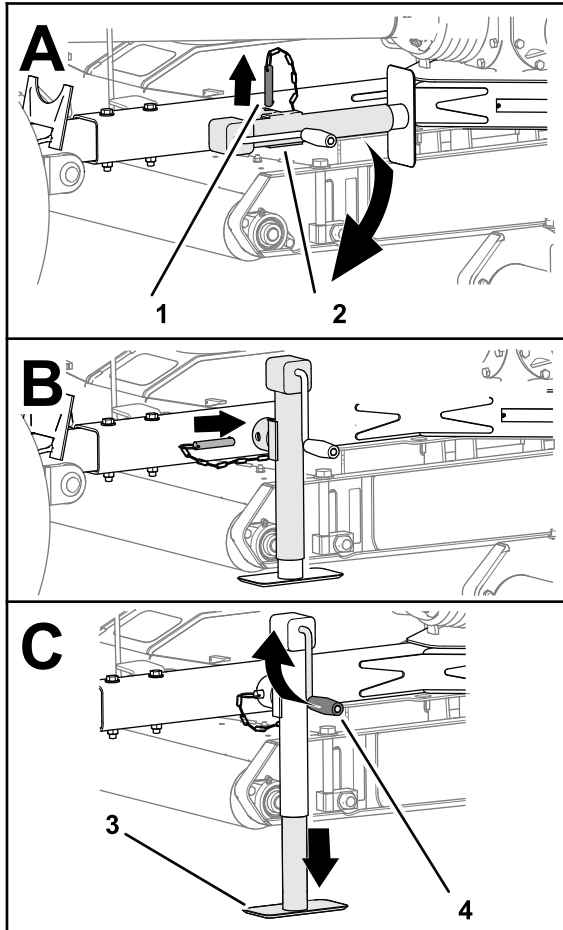

Figura 17
3. Retire el pasador y gire el gato de la barra de tiro en vertical (Figura 17).
4. Alinee el taladro en la barra de tiro con el taladro en el gato (Figura 17).
5. Inserte el pasador a través de los taladros en la barra de tiro y el gato (Figura 17).
2. Gire la manivela del gato para elevar totalmente el apoyo del gato; consulte la Figura 17 en Soporte del cortacésped con el gato (página 14).